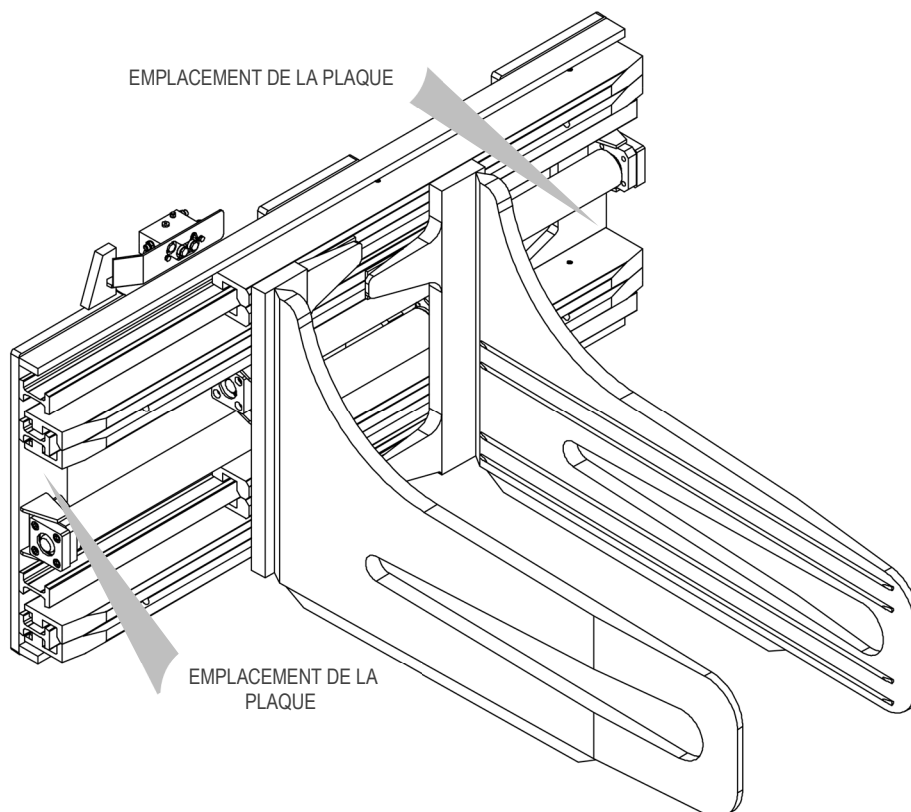

Figure 1
Tous les équipements A.T.I.B. – «PINCE À BALLES AVEC MÂCHOIRES MINCES TYPE 116.131 | PINCE À BALLES AVEC MÂCHOIRES ENRUBANNÉES TYPE 116.130 » sont identifiées par une plaque adhésive (voir *Tableau 1*) placée sur l'équipement (voir *Figure 1*, dans laquelle sont illustrées les deux principales positions que la traversée d'identification peut avoir), toujours se référer au numéro de série.
5. Pour la manutention, des courroies ou des chaînes correctement dimensionnées par rapport au poids de l'équipement indiqué sur la plaque signalétique doivent être utilisées (voir *Figure 1* et *Tableau 1* à la page 7).
9. Connecter le circuit hydraulique, en s'assurant que la pression de service des tuyaux est supérieure ou égale à celle indiquée sur la plaque signalétique (voir *Figure 1* et *Tableau 1* à la page 7).